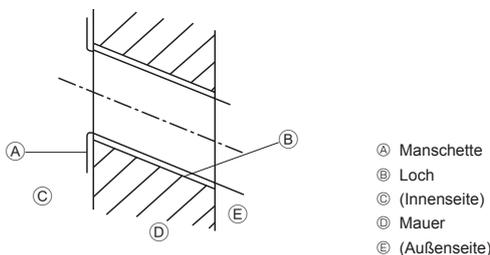

Fig. 3-4
- Ⓐ Montageplatte ①
3.2.2. Die Löcher für die Rohrleitung bohren (Fig. 3-4)